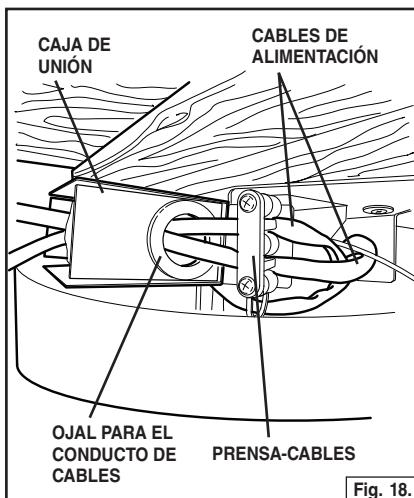

Fig. 18.
- Baje el toldo del techo. Haga una atadura de cable con los dos cables de alimentación y los brazos de soporte. Introduzca los cables en el prensacables y en la caja de unión. Fije los cables ajustando el prensacables. Realice las conexiones eléctricas. Fig. 18.